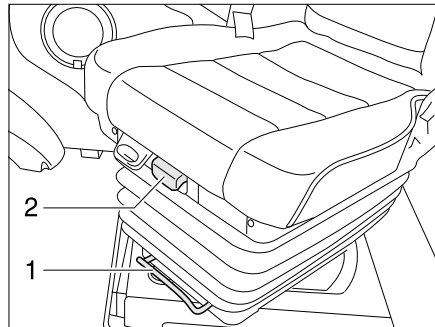

Bild 11 Bedienelemente vor dem Sitz
- Bügel (Bild 11,1) nach oben ziehen.
- Griff (Bild 11,2) nach oben ziehen.